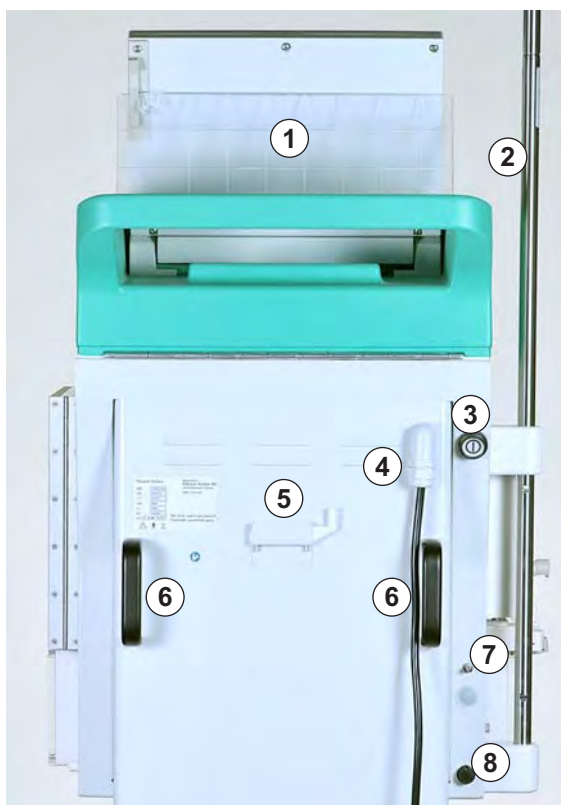

Fig. 3-7 Vista posteriore
L'interruttore principale è posizionato in alto a destra sul retro dell'apparecchiatura (vedere Fig. 3-7 Vista posteriore (35)). Funge da interruttore per collegare e scollegare l'apparecchiatura dall'alimentazione di rete.